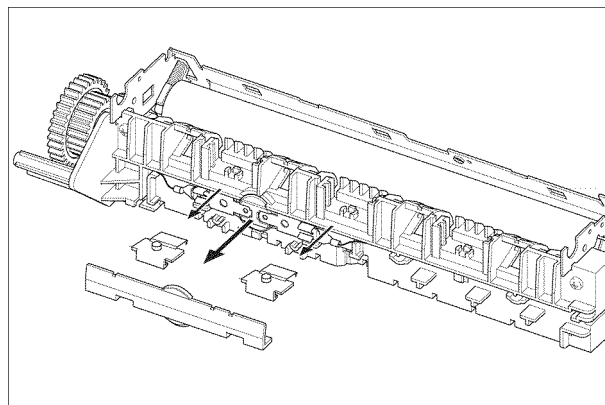

Рисунок 6
7. Снимите 2 пружинных "держателя места", затем крышку термостата, рисунок 6